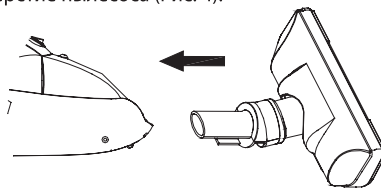

Рис. 4
3. Установите щетку для пола в рабочее отверстие пылесоса (Рис. 4).